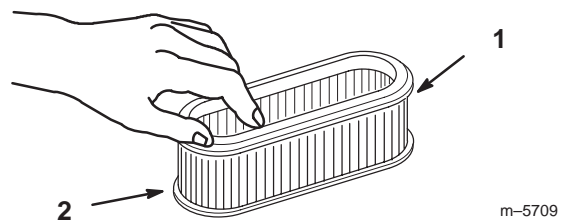

Figure 23
1. Tapotez doucement l'élément sur une surface plane pour faire tomber la poussière et la saleté (Fig. 23).